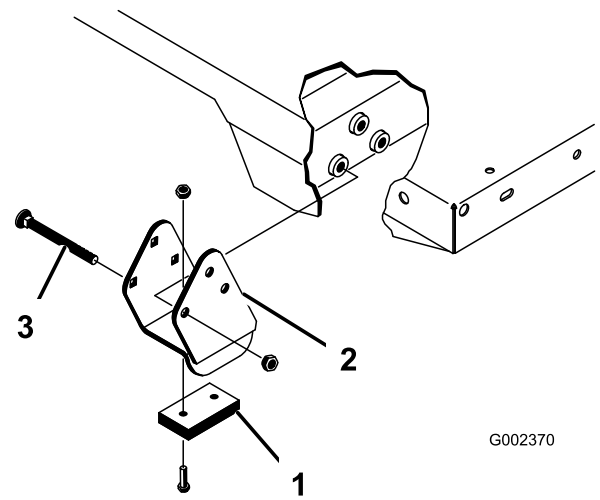

Bild 37
2. Setzen Sie die Pritsche vorsichtig auf den Fahrzeugrahmen. Richten Sie die hinteren Schwenkplattenlöcher der Pritsche mit den Löchern am hinteren Rahmenkanal aus und montieren Sie die zwei Lastösenbolzen und Klapstecker (Bild 37).
3. Befestigen Sie bei abgesenkter Pritsche jedes Ende der Zylinderstange mit einem Lastösenbolzen und einem Klapstecker an den entsprechenden Einschüben in den Befestigungsplatten der Pritsche. Setzen Sie den Lastösenbolzen von der Außenseite der Pritsche ein. Der Klapstecker sollte außen (Bild 37). Die hinteren Einschübe sind für die Montage der großen Pritsche und die vorderen Einschübe sind für die Montage der 2/3 Pritsche gedacht.
Hinweis: Stellen Sie sicher, dass die Distanzstücke und die Verschleißblöcke (Bild 37) so eingesetzt sind, dass die Köpfe der Schlossschrauben an der Innenseite der Maschine sind.